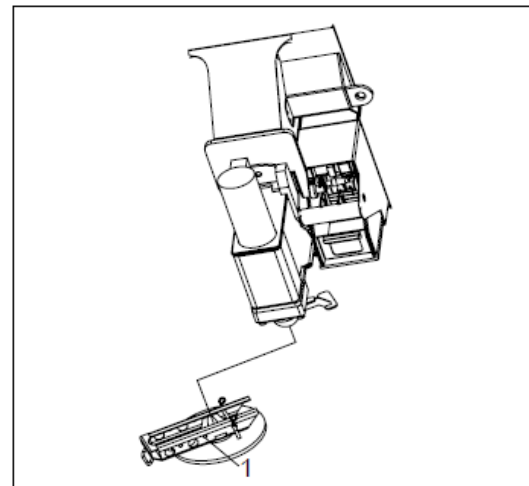
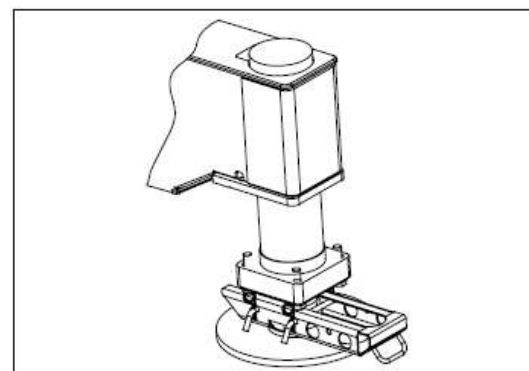

Fig. 4-64
Fig. 4-65
3) Introduzir o pino mencionado no passo 1 no orifício do pino como mostrado na Fig. 4-64, e insira o pino de fixação como mostrado na Fig. 4-65.